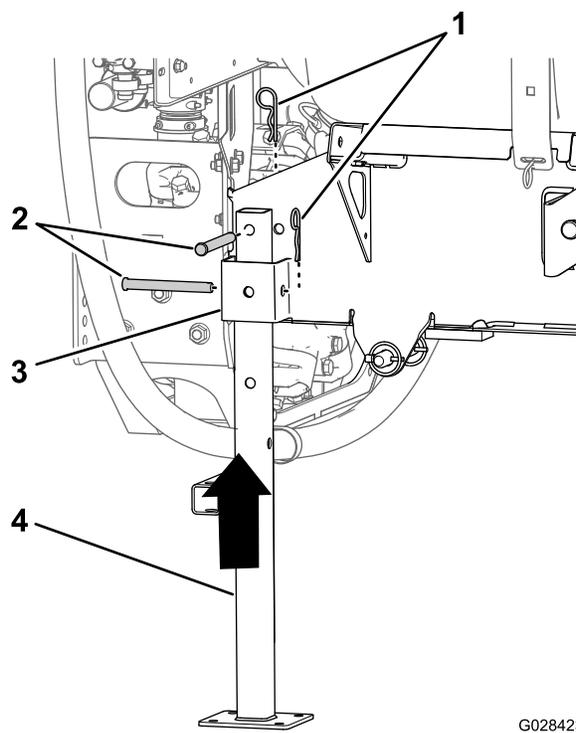

図 131
5. 後用のジャッキスタンドを、後部のジャッキスタンド受けに合わせる 図 131。
6. ジャッキスタンド上部の穴を、タンクスキッドのフレームの穴に合わせる 図 131。
7. ジャッキスタンドをスタンド受けとフレームに固定するクレビスピン $\frac{1}{2}$  x  $4\frac{1}{2}$ "2本、ヘアピン $\frac{5}{32}$  x  $2\frac{5}{8}$ "2本を使用して 図 131 のように取り付ける。